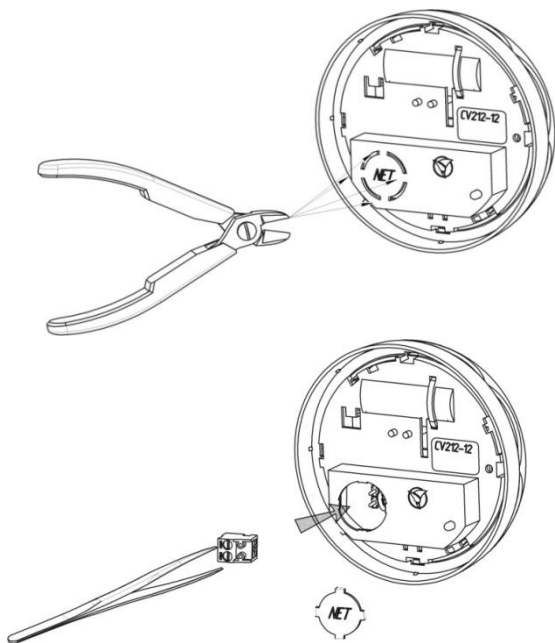

Рис.8 Вилучення заслінки та установка клемника (роз'єму) в сигналізатор
7.3 Для об'єднання сигналізаторів в групу необхідно витягти заслінку на корпусі сигналізатора та вставити клемник (додається в комплекті) в контактні штирі плати сигналізатора під'єднавши, дотримуючись полярності, двопровідний шлейф до даного роз'єму сигналізатора (дивись Рис.8).